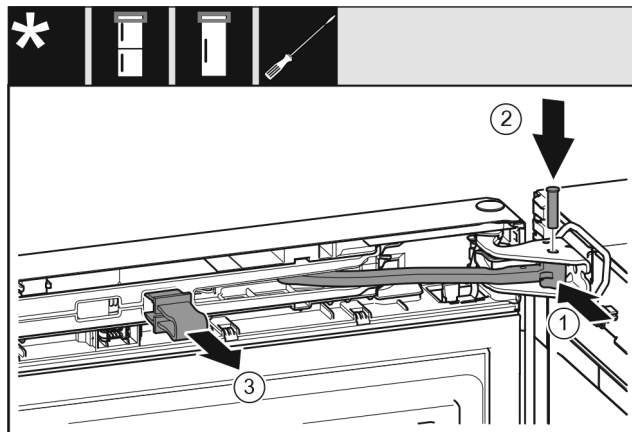

Fig. 50
- ▶ Περιστρέψτε την άρθρωση στο στηρίγμα. Fig. 50 (1)
- ▶ Τοποθετήστε τον πείρο στο στηρίγμα και στην άρθρωση. Βεβαιωθείτε ότι το έκκεντρο ασφάλισης εφαρμόζει σωστά στην εγκοπή. Fig. 50 (2)
- ▶ Αφαιρέστε την ασφάλεια. Fig. 50 (3)